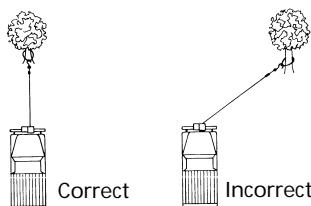

Figure 5
- 13. ÉVITEZ LA TRACTION CONTINUE À DES ANGLES EXTRÊMES.** Ceci aura pour conséquence l'entassement du câble d'un seul côté du tambour (Figure 5), ce qui peut coincer le câble à l'intérieur du treuil et endommager le câble ou le treuil.